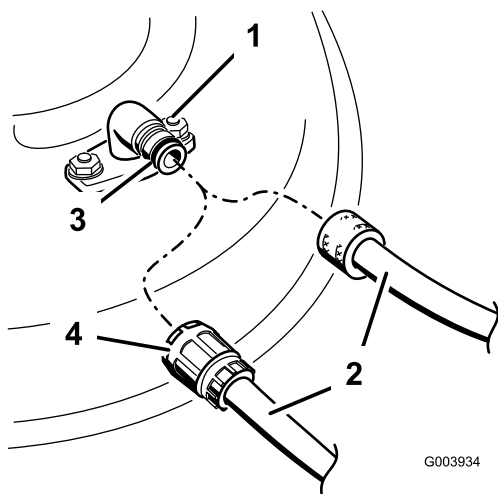

Figure 75
3. Branchez le raccord du tuyau au raccord de lavage du plateau de coupe et ouvrez l'eau en grand (Figure 75).